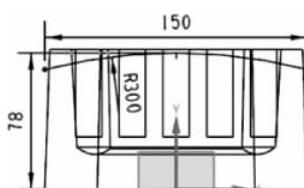
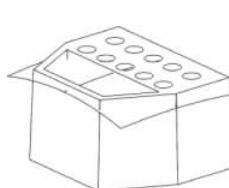
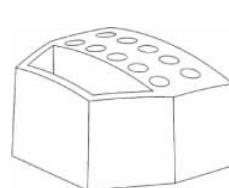

图 3-19 草绘截面(四)
图 3-20 创建扫掠曲面
图 3-21 替换面
- (30) 单击“草图”按钮,以 ZX 平面为草绘平面,绘制一条圆弧,如图 3-19 所示。
- (31) 在主菜单中选取“插入 | 扫掠 | 扫掠”命令,选取第一条曲线为引导曲线,第二条曲线为截面曲线。
- (32) 单击“确定”按钮,创建扫掠曲面,如图 3-20 所示。
- (33) 在主菜单中选取“插入 | 同步建模 | 替换面”命令,选取顶面为要替换的面,选取圆弧曲面为替换面。
- (34) 单击“确定”按钮,即完成曲面的替换,如图 3-21 所示。